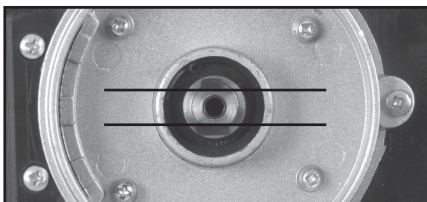

Rys. 11
- Jedną ręką trzymając podkładkę szlifierską, drugą ręką poluzować śrubę imbusową przy użyciu dostarczonego klucza imbusowego 5 mm. (**Rys. 11**)